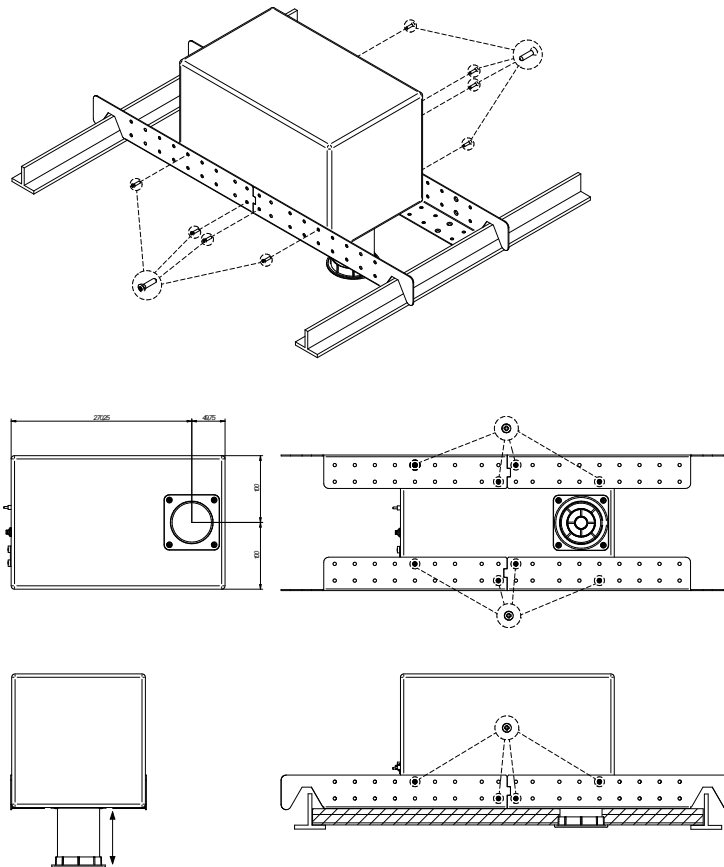

Abbildung 1: Einbau in abgehängte Decke
- Befestigen Sie die Beschläge mit Hilfe der mitgelieferten Schrauben am TRAILS6T. Sie können dafür die Löcher benutzen, die sich in den Halterungen für die Anbringung des Befestigungsrohrs in der gewünschten Position befinden. Siehe Abbildung 1.